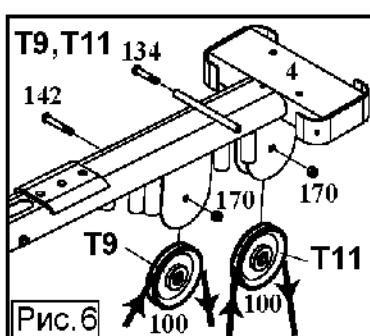

Рис.6
6. См. рис. 6 и 7. Протяните трос через **шкивы T9 и T11**, закрепленные на **верхней раме (4)**. Одновременно с этим протяните трос под **шкивами T8 и T10**, ранее установленными в **регулируемый шкивный блок (23)**. (**ПРИМЕЧАНИЕ!** Блок (23) не крепится к раме, он удерживается на месте за счёт троса). Закрепите **шкивы T9 и T11** при помощи **болта 3/8" X 1-3/4" (134)** и **гайки 3/8" (170)**. Затяните болты на **шкивах T9 и T11**.